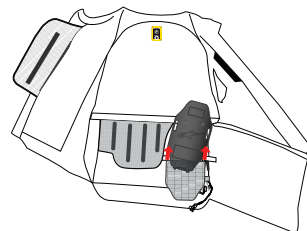

Imagen 13
3. Saque el alojamiento del inflador (4) de su bolsillo abriendo los dos cierres de velcro (Imagen 13).
**¡ADVERTENCIA! Para retirar el alojamiento del inflador no es necesario abrirlo. No abra el alojamiento del inflador (4). Solo los distribuidores autorizados de Alpinestars pueden abrir el alojamiento del inflador (4) para su mantenimiento.**